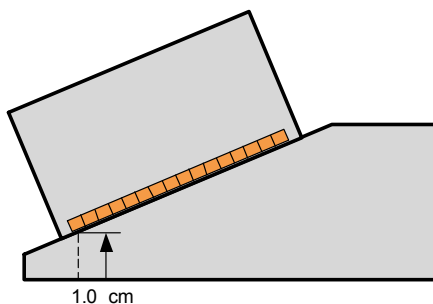

Рис. 4-9 Высота первого элемента
- f) Выберите **Высота** и введите высоту первого элемента (Рис. 4-9 на стр. 103). Этот параметр обычно задан изготовителем призмы.